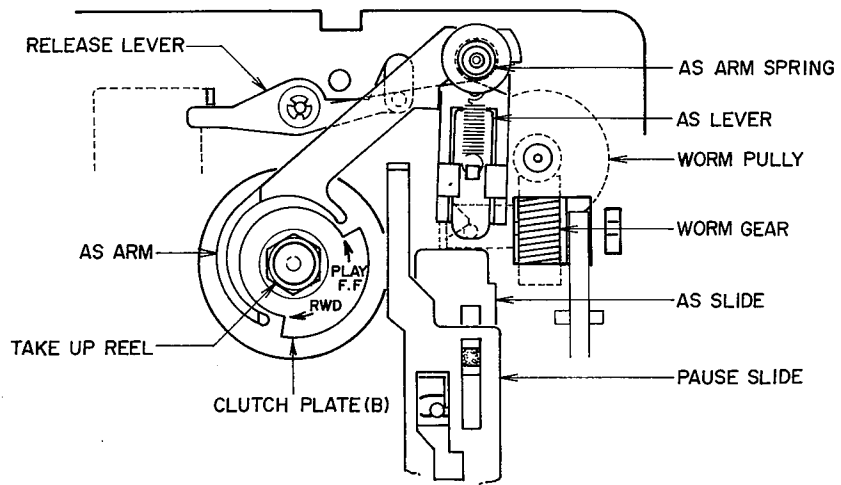

Fig. 14
### a. CLUTCH PLATE (B) (Fig. 14)
### b. AS LEVER (Figs. 14, 16)
### c. RELEASE LEVER (Fig. 14)